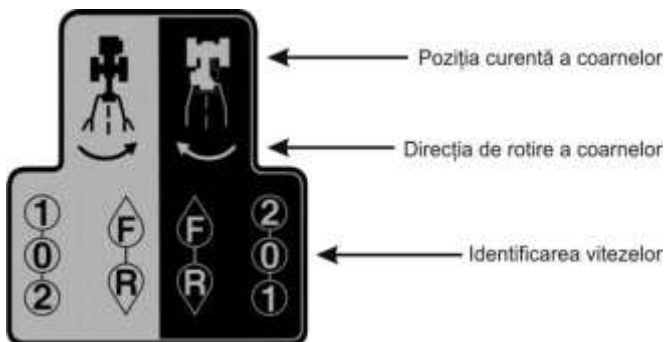

Fig. 19
Vezi Fig.19.
- Explicația semnelor cutiei de viteze: Vezi Fig.19.
- Când conectați diferite accesorii, este posibil ca mânerul să trebuiască dirijat. De aceea pot să existe diferențe. Citiți cu atenție explicația semnelor. Vezi Fig.19.